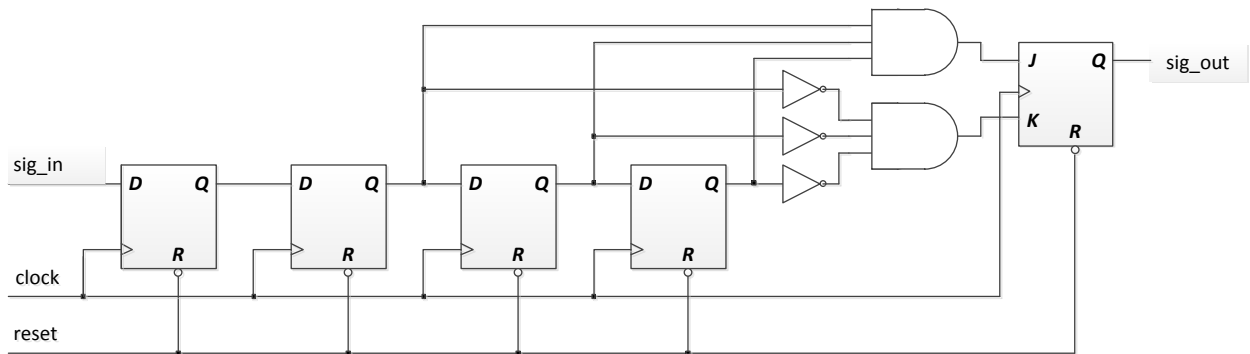

图 5、习题 2.10 电路原理图
2.10、设计一个 Verilog 模块，描述如图 5 所示的电路原理图表示的电路。并设计一个测试平台，对电路进行仿真。